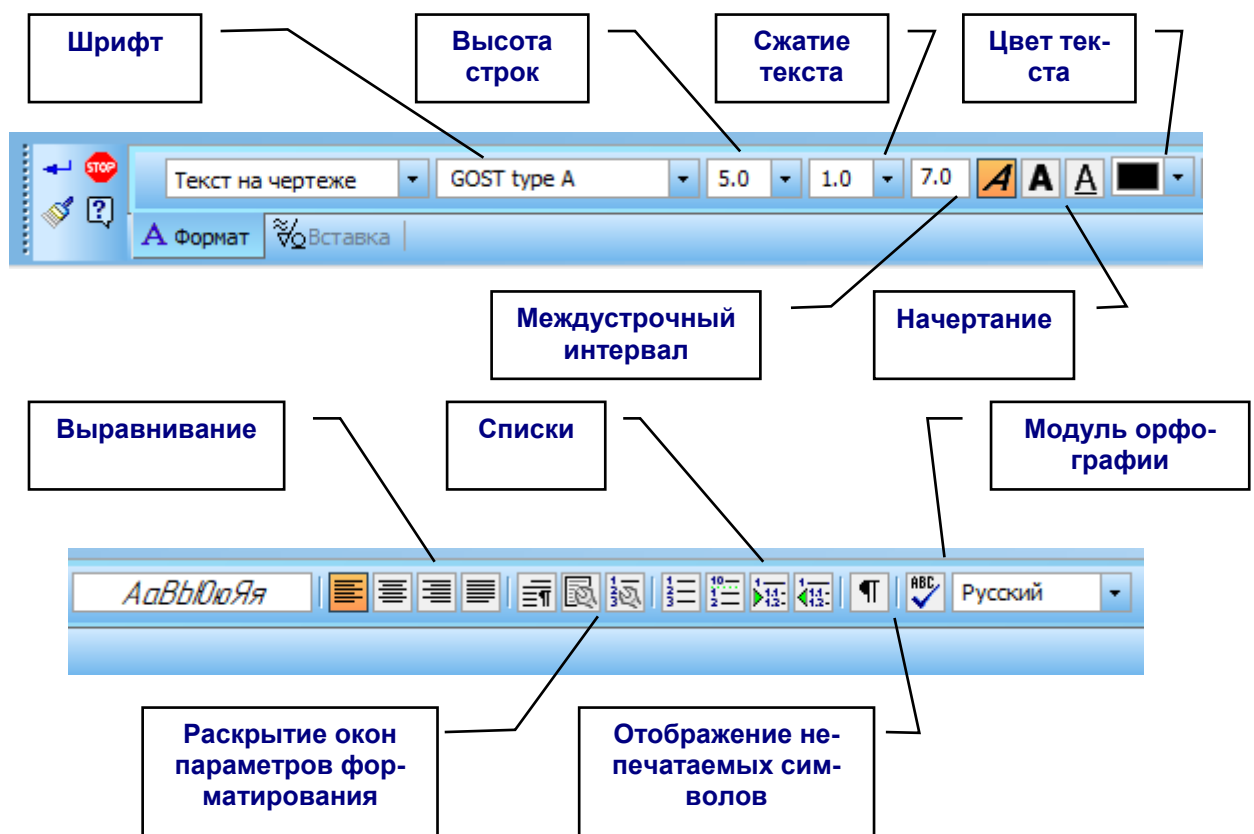

Рис. 5
5. Остальные элементы панели свойств позволяют установить и другие значения параметров форматирования текста (рис. 5): высоту символов, степень сжатия текста по горизонтали, межстрочный интервал, начертание, выравнивание и т.д. А ряд кнопок, расположенных в правой части панели, позволяет раскрыть диалоговые окна для более подробной работы с параметрами форматирования, работать со списками (в том числе вложенными), управлять отображением символов форматирования (так же, как с «непечатаемыми» символами форматирования в Word) и даже задействовать встроенный модуль проверки орфографии.